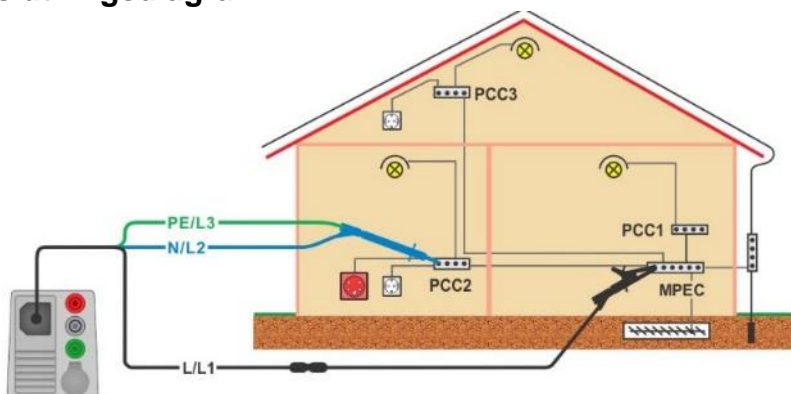

Fig. 4.22: Anslutning för 3-ledar testledningar plus ev. förlängningsledning
- Anslut testledningarna, se **Fig. 4.22**